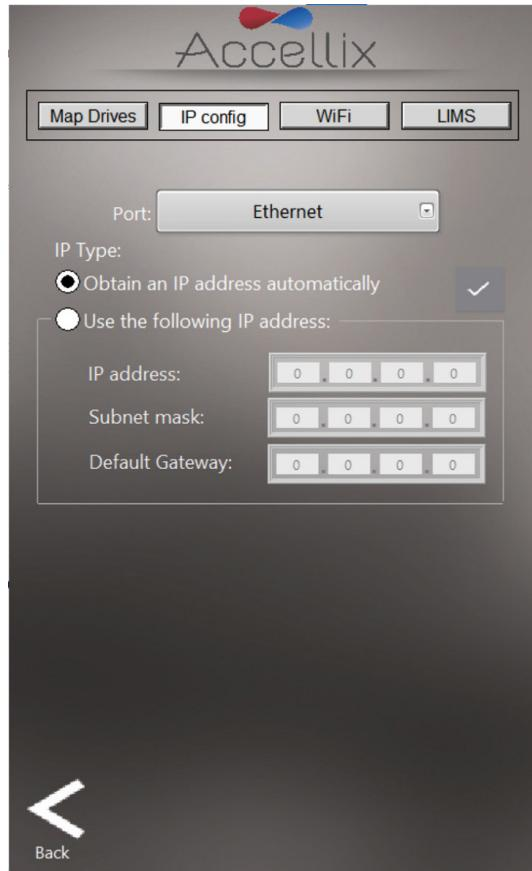

Abbildung 25: Netzwerkbildschirm: Registerkarte „IP config“ (IP-Konfiguration)
2. Über die Registerkarte „IP config“ (IP-Konfiguration) (Abbildung 25) kann die TCP-/IP-Adresse der beiden Ethernet-Schnittstellen des Accellix-Geräts dynamisch oder mit einer statischen IP-Adresse konfiguriert werden.